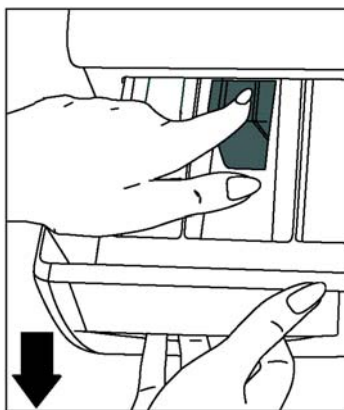

Fig 15
- Ouvrez le tiroir jusqu'à son extrémité et continuez à tirer en appuyant sur le couvercle du siphon puis retirer le tiroir (fig.15)